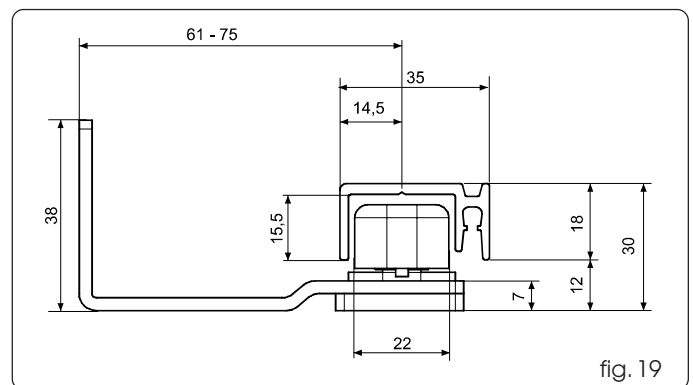

fig. 19
- Para la versión autoportante se aconseja utilizar el patín de la fig. 19.